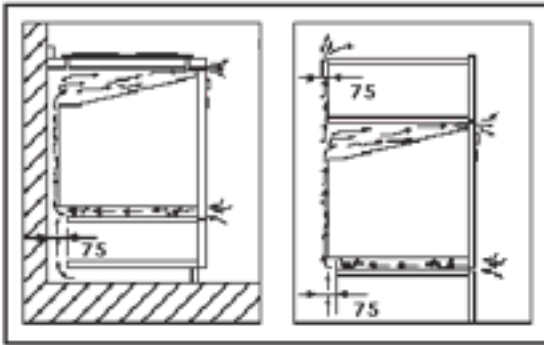

Figura 3
- ❖ El panel trasero de la cabina debe ser removido para que el aire circule libremente . El panel a la que está equipado el horno debe tener un espacio mínimo de 75 mm en la parte trasera . (Ver Figura 3)